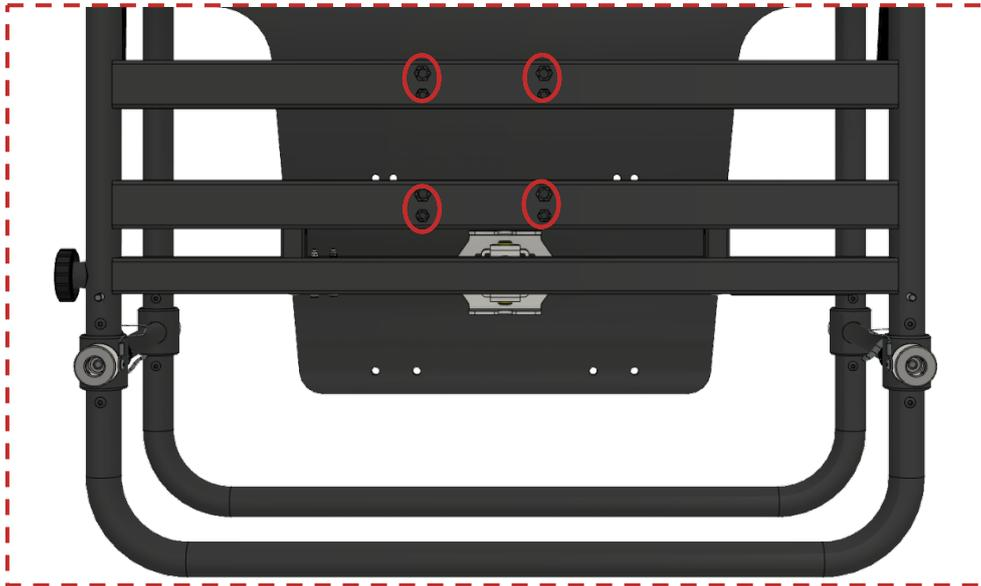

Abbildung 25 Kontrolle der Montagegewinde an der Unterseite
- Vor und nach jeder Installation müssen die **M6- und M8-Montagelöcher** (siehe rote Markierung in Abbildung 25) sorgfältig überprüft werden, da sie während der Installation des Aufhängezubehörs beschädigt werden können.